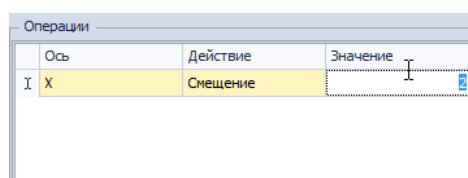

Рис. 177 Ввод величин
4. Укажите в столбце «Значение» величину для выбранного действия, см. Рис. 177. Параметры величин для действий описаны выше.